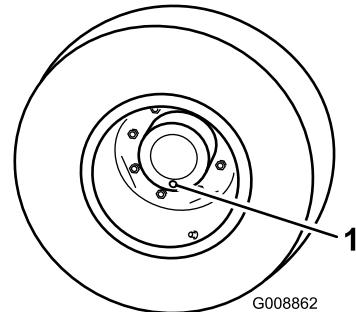

Рисунок 66
- Поставив машину на ровную поверхность, расположите колесо так, чтобы одна контрольная пробка находилась в самом нижнем положении («6 часов») (Рисунок 66).